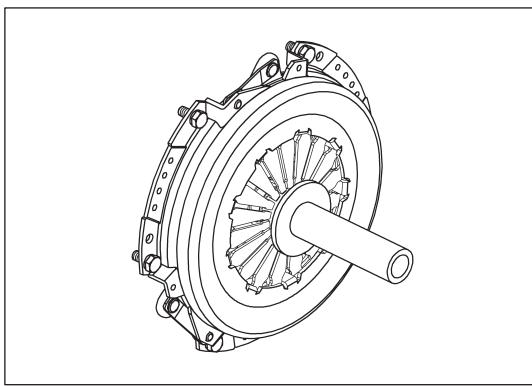

Рис. 14-1-6. Установка кожуха сцепления
- (1) При помощи специального инструмента (СИП) установить сцепление на задней стороне маховика, как изображено на Рис. 14-1-6.